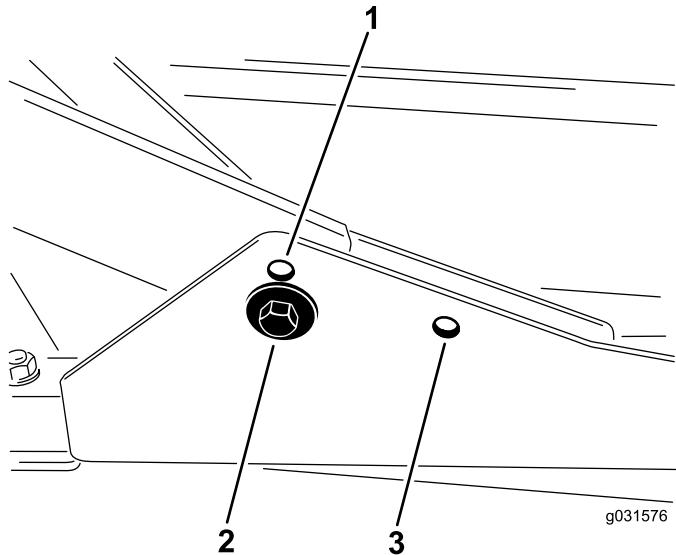

Bild 17
- Befestigen Sie die vorderen Trägerrahmen für Schnithöhen von 2 cm bis 7,6 cm in den unteren vorderen Befestigungslöchern (Bild 17).
2. Befestigen Sie die vorderen Trägerrahmen für Schnitthöhen von 6,3 cm bis 10 cm in den oberen vorderen Befestigungslöchern (Bild 17).
Befestigen Sie das Heckschneideeinheit für alle Schnitthöhen in den hinteren Befestigungslöchern (Bild 17).